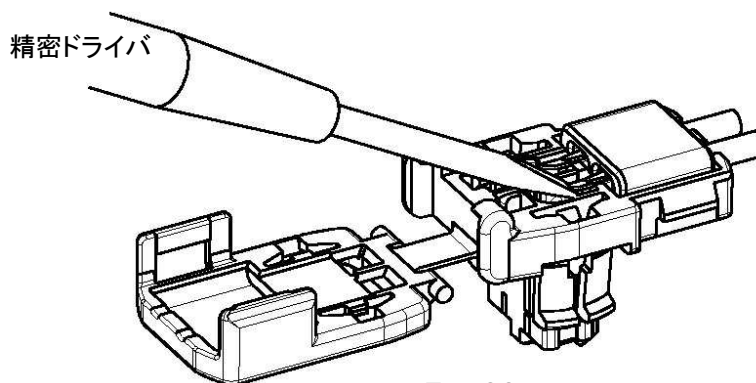

Fig. 22
- ①Fig. 22の位置に幅1mm程度の精密ドライバをあて、両端子を持上げる。